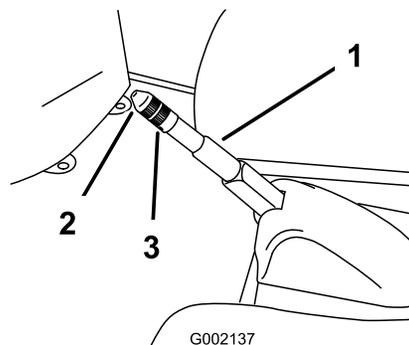

Bild 44
2. Lockern Sie die Stellschraube, mit der das Handrad am Feststellbremshebel befestigt ist (Bild 44).